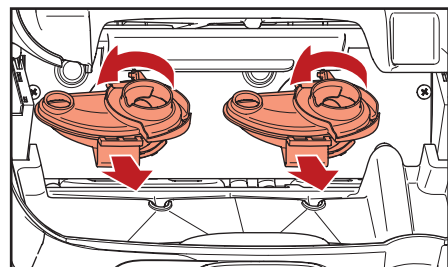

Fig. 5.10- Fjern blandebollene
- b. Dreii blandebollene mot urviseren for å løsne dem og trekk for å fjerne dem (fig. 5.10).